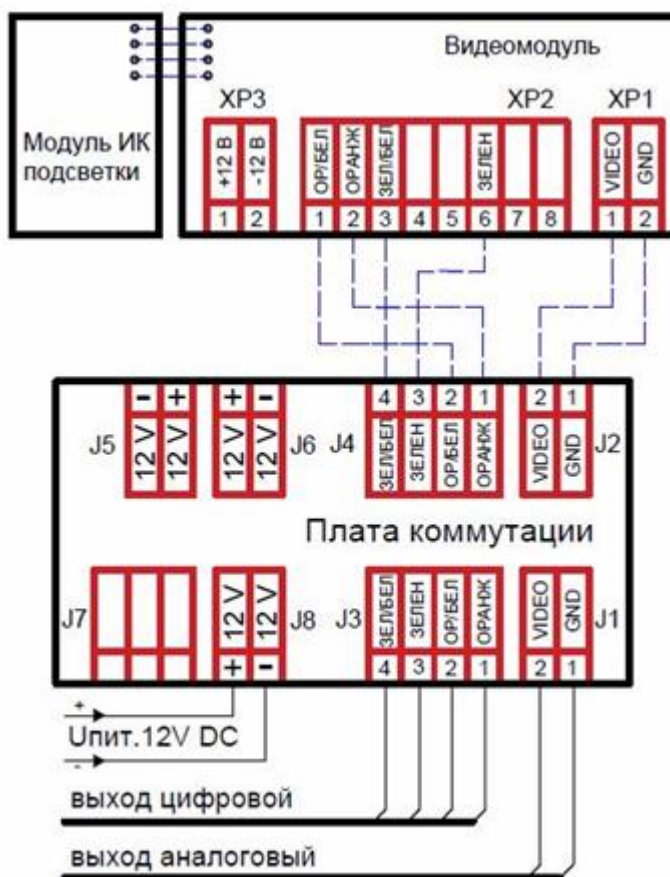

Рисунок 4.3 - Схема подключения термокожуха
4.6.4 Через кабельные вводы заведите питающий и сигнальный кабели, подключите к плате коммутации, согласно схеме подключений (рис. 4.3);